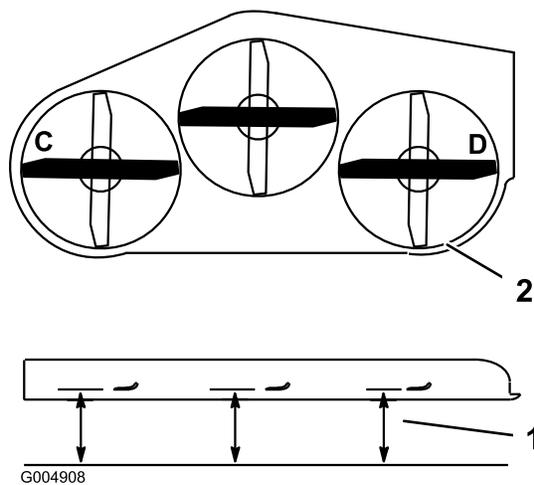

Figure 69
3. Mesurez la distance aux points C et D (Figure 69) entre une surface plane et le bord coupant des pointes des lames.